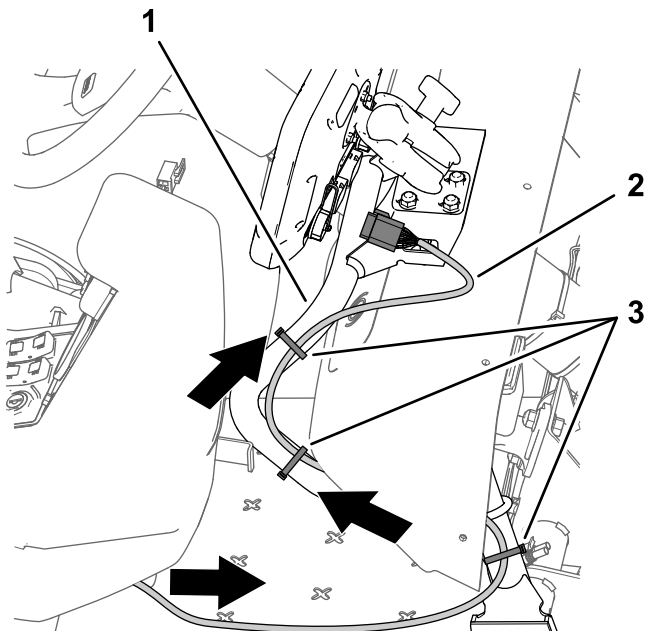

Bild 207
1. Verlegen Sie den 220-cm-Datenkabelbaumzweig (der Kabelbaumzweig mit dem 26-Buchsen-Stecker) nach vorne und unter dem Armaturenbrett (Bild 207).
2. Verlegen Sie den 220-cm-Datenkabelbaumzweig entlang des Stützrohrs für den Monitor (Bild 207)
4. Stellen Sie sicher, dass der 220-cm-Datenkabelbaumzweig genug Spiel hat, damit der Bediener die Stellung des Monitors anpassen kann; befestigen Sie den Kabelbaum mit Kabelbindern am Stützrohr für den Monitor, wie in Bild 207 abgebildet.